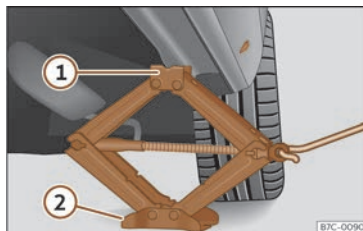

Abb. 250 Längsträger: Wagenheber ansetzen.
- Drehen Sie die Kurbel des unter dem Aufnahmepunkt des Längsträgers befindlichen Wagenhebers, bis sich die Nase ① >>> (Abb. 250) unter der vorgesehenen Einführung befindet.
- Richten Sie den Wagenheber so aus, dass sein Aufnahmehorn ① in die dafür vorgesehene Aufnahme am Längsträger „greift“ und die bewegliche Grundplatte ② plan auf dem Boden aufliegt. Die Bodenplatte ② muss sich dabei senkrecht unter dem Aufnahmepunkt ① befinden.